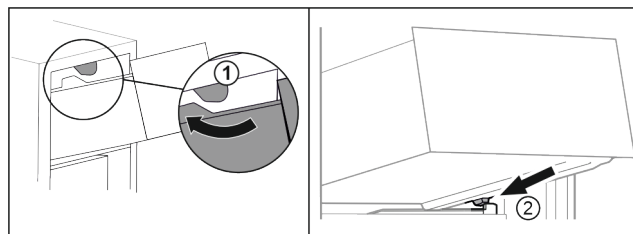

Fig. 27
- ▶ Guider le tiroir en contournant les butées supérieures. Fig. 27 (1)
- ▶ Placer le tiroir, en l'inclinant, derrière les butées inférieures sur la nervure de récipient. Fig. 27 (2)